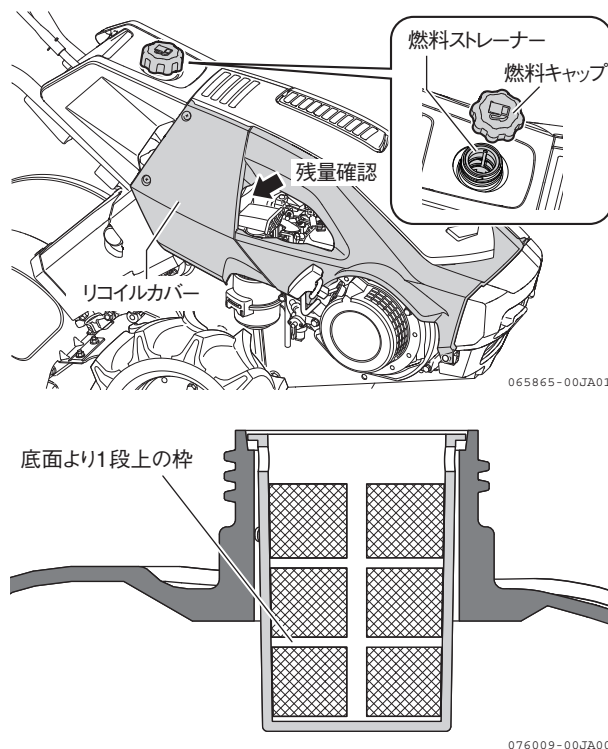

図 4-11 燃料の残量確認
(図 4-11)
3. 不足している場合は、燃料キャップを外し、燃料の油面が燃料ストレーナー内側下段の枠（ストレーナー底面から 1 段上の枠）を超えないように補給します。この位置が規定量です。(図 4-11)